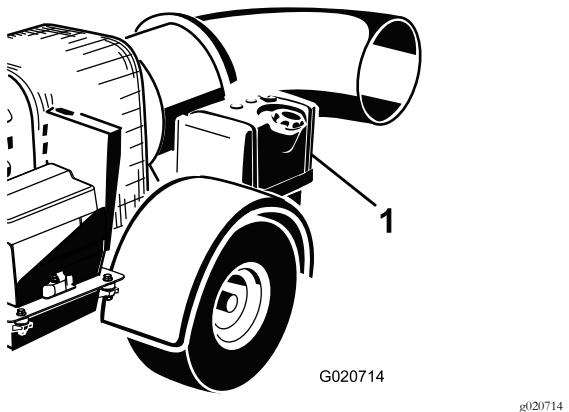

Рисунок 13
- Очистите область вокруг крышки топливного бака и снимите ее (Рисунок 13).